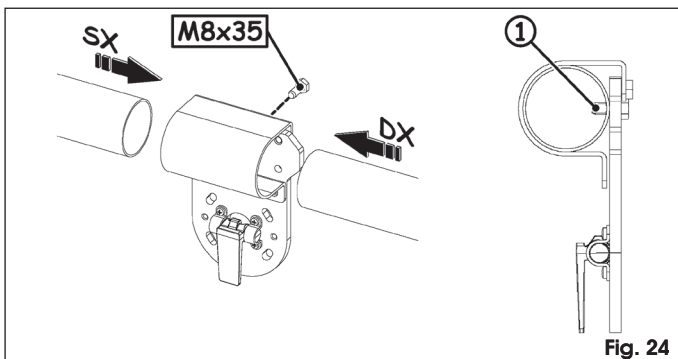

Fig. 24
In het uiteinde van de arm zit een gat. Het gat moet zo worden gericht dat de veiligheidsschroef erin kan worden gestoken, Fig. 24 ref. ①, om te voorkomen dat de arm naar beneden kan glijden wanneer hij verticaal staat.